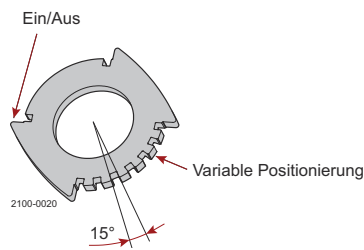

Abbildung 3. Positionierkappe
- Feststellbares Handoberteil für stufenlose Einstellung. Das Vorhängeschloss lässt sich wie in Abbildung 3 gezeigt montieren. **Hinweis!** Vorhängeschloss ist nicht im Lieferumfang enthalten.